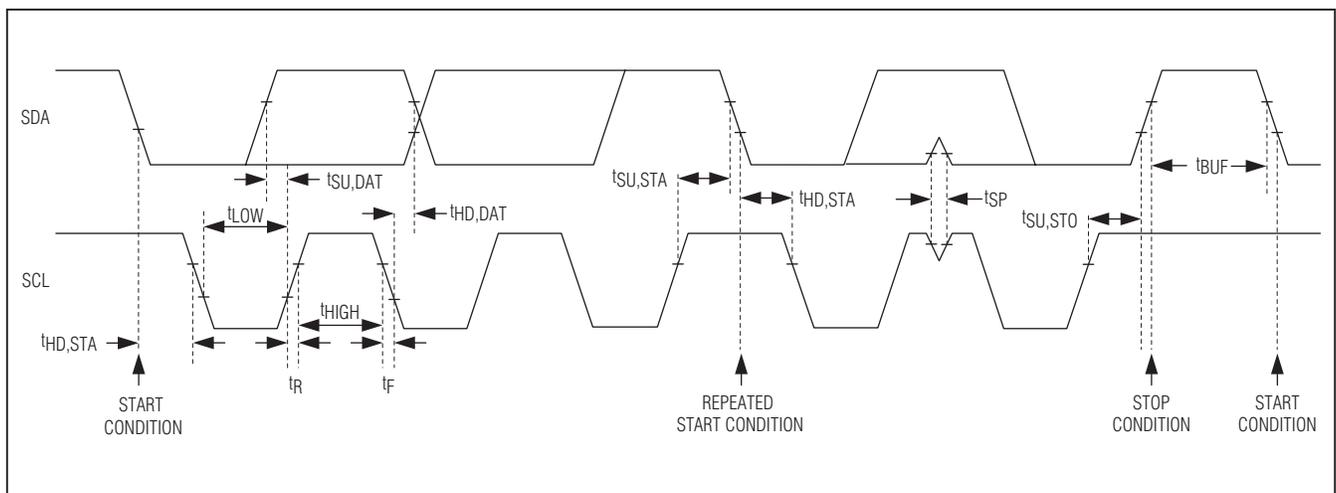

図3. 2線式インタフェースのタイミング図
このICは、シリアルデータライン(SDA)とシリアルクロックライン(SCL)で構成されるI²C/SMBus™対応の2線式シリアルインタフェースを備えています。SDAとSCLによって、このICとマスターの間で最高400kHzのクロック速度の通信を容易に行うことができます。図3に、2線式インタフェースのタイミング図を示します。マスターがSCLを生成してバス上のデータ転送を開始します。マスターデバイスは、適切なスレーブアドレスの後に続けてレジスタアドレスを送信して、さらにデータワードを送信することによって、このICへのデータ書き込みを行います。個々の送信シーケンスは、START (S)またはREPEATED START (Sr)条件およびSTOP (P)条件によって区切られます。このICに送信される個々のワードは8ビット長であり、その後にアクノリッジクロックパルスが続きます。マスターがこのICからデータを読み取る場合は、適切なスレーブアドレスの後に続けて9個のSCLパルスを送信します。ICは、マスターが生成するSCLパルスに同期してSDA上でデータを送信します。マスターはデータの各バイトについて受信のアクノリッジを行います。個々の読み取りシーケンスは、STARTまたはREPEATED START条件、非アクノリッジ、およびSTOP条件で区切られます。SDAは、入力およびオープンドレイン出力の両方として動作します。SDAバスにはプルアップ抵抗(通常は500Ω以上)が必要です。SCLは、入力としてのみ動作します。バス上に複数のマスターが存在する場合、またはシングルマスターシステムでマスターのSCL出力がオープンドレインの場合は、SCLにプルアップ抵抗(通常は500Ω以上)が必要になります。必要に応じて、SDAおよびSCLと直列に抵抗を挿入することもできます。直列